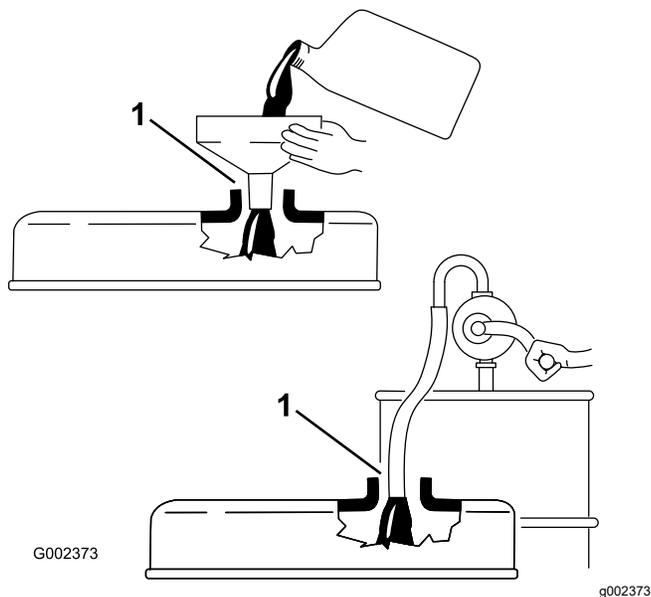

图 30
**重要事项** 添加机油时取出量油尺。当添加机油或注油时、注油设备与气门室盖内的注油孔之间**必须有**空隙、如图 30 所示。此空隙是注油时进行通风所必需的要求可以防止油溢入通气孔。